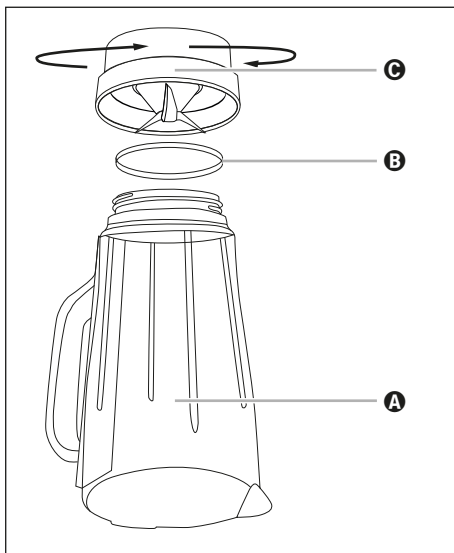

Fig. 4
- 2) Renversez l'appareil et tournez la pièce en plastique **C** du bol mixeur **3** dans le sens anti-horaire afin qu'elle se détache de la pièce en verre **A** du bol mixeur **3** (voir fig. 4).